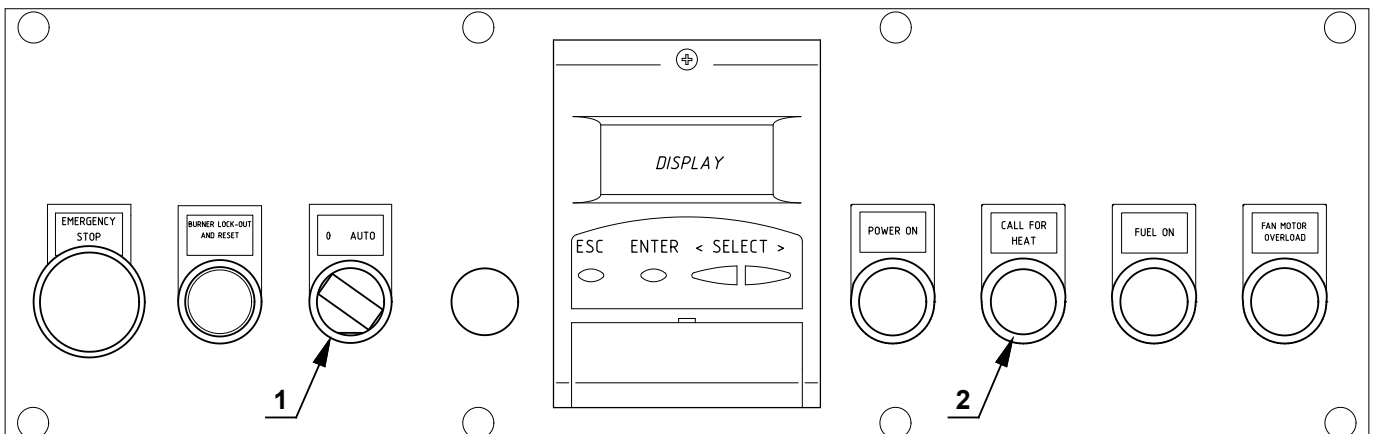

Abb. 24
Schließen Sie die Fernsteuerungen und stellen Sie den Wahlschalter 1)(Abb. 24) auf "AUTO".
Beim Schließen des Grenzthermostats (TL) muss die Wärmeanfrage-Anzeige "CALL FOR HEAT" 2)(Abb. 24) erscheinen und der Brenner beginnt den Anfahrzyklus.